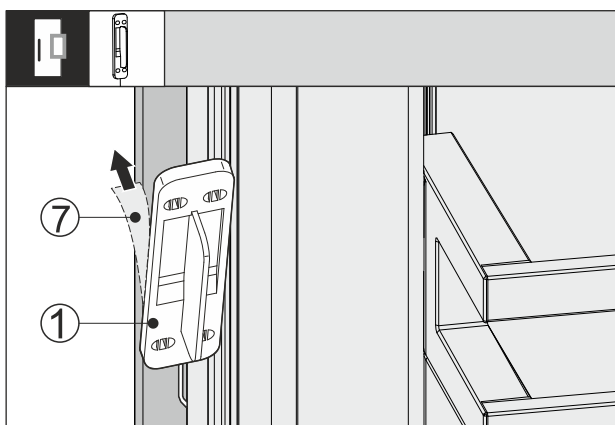

Fig. 65
- ▶ Retirar la película protectora Fig. 65 (7) de la parte posterior del sensor de golpes Fig. 65 (1).